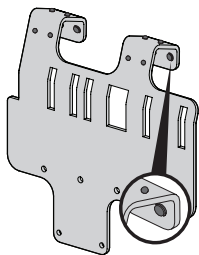

Figura 3
1. Coloque las 12 almohadillas de caucho (735-05938) en el soporte adaptador (789-02518) utilizando los orificios de montaje que se muestran en la Figura 3.